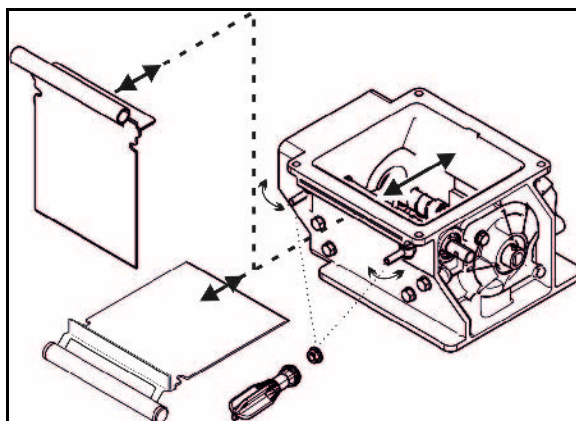

Fig. 112
2. Ouvrez les robinets d'arrêt (Fig. 112/1,2)
4. Retirer les barres de sécurité routière (Fig. 112/3).